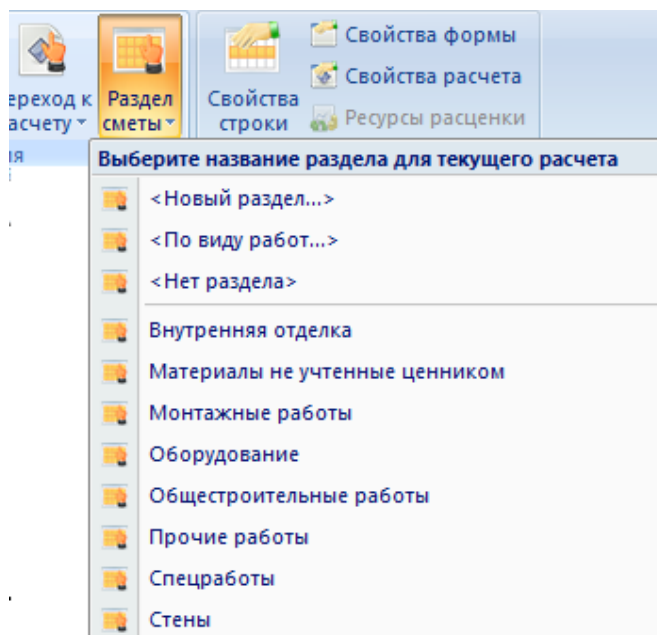

Рис. 8.18 Выбор названия раздела
- Щелкнуть мышью по любой строке таблицы затраты. При помощи команды **Раздел Сметы** (рис. 8.18), расположенной на вкладке **Главная**, выбрать из списка нужное наименование. Для ввода нового наименования выбрать пункт <Новый раздел> и в открывшемся диалоговом окне ввести наименование раздела.